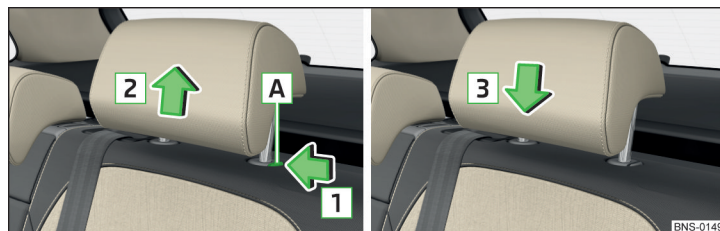

Fig. 101 Retirer/Insérer les appuie-têtes de la deuxième rangée de sièges
- Appuyez sur la touche de sécurité **A** dans le sens de la flèche **1** et retirez les appuie-têtes dans le sens de la flèche **2** » fig. 101.